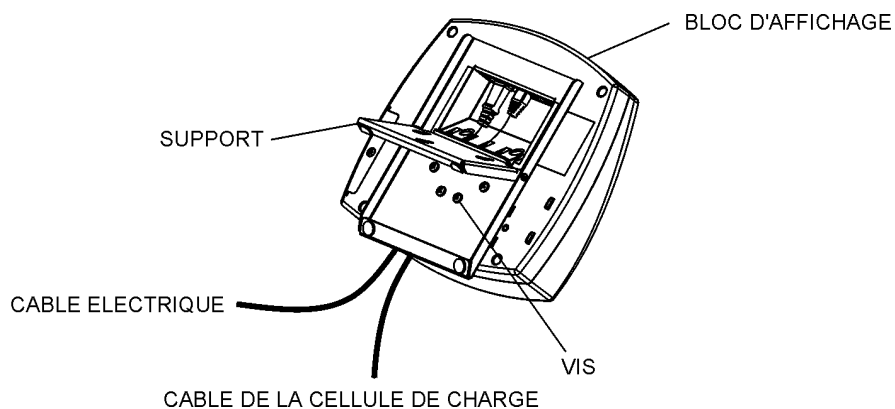

Figure 3.
10. Retirez le support qui est à l'arrière du bloc d'affichage en dévissant 4 vis, afin de connecter le câble de la cellule de charge et le câble d'alimentation électrique au bloc d'affichage (cf. Figure 3).